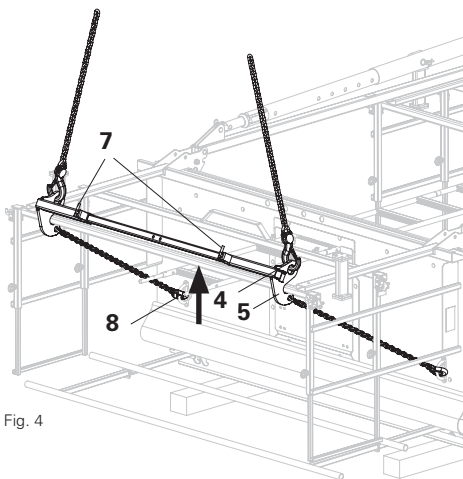

Fig. 4
2. Agganciare le catene della traversa MXP nei golfari della passerella (8) Fig. 4. Il glifo (5) è rivolto verso il parapetto.
3. Agganciare l'imbracatura ai golfari di sospensione alla gru (4) e sollevare la traversa MXP. Fig. 4. Il glifo fa presa sulla tavola parapetto tirando l'unità di cassaforma verso l'alto.